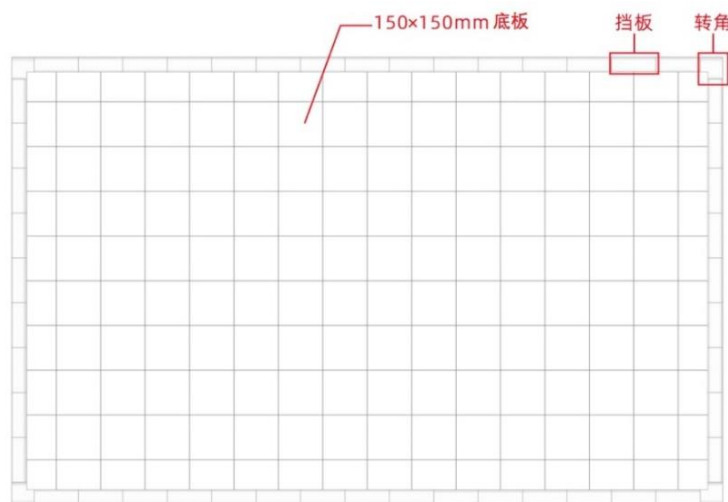

图 3 拼接式赛台
2.1.2 为提高参赛选手的应变能力，正式比赛场地会有随机性变化。赛台外边长 2400mm~3000mm、宽 1500mm~2100mm，以赛前公布的尺寸为准。图 3 是一个 2400mm×1500mm 拼接赛台的实例。